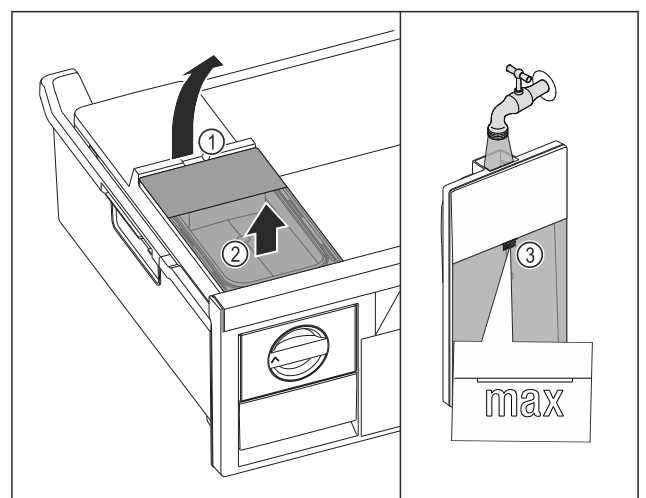

Fig. 75
- ▶ Dvignite rezervoar za vodo dvignite za izrez Fig. 75 (1).
- ▶ Rezervoar za vodo odstranite v smeri navzgor. Fig. 75 (2)
- ▶ Rezervoar za vodo napolnite s pitno vodo do oznake Fig. 75 (3).